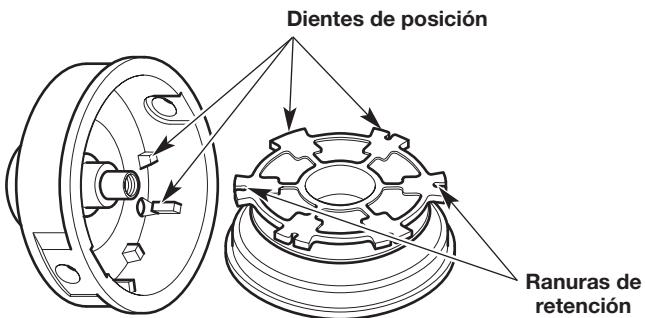

Fig. 20
6. Controle los dientes de posición y las ranuras de retención para detectar si están desgastados (Fig. 20). Si es necesario, elimine las rebabas o reemplace el carrete interior y la bobina exterior.